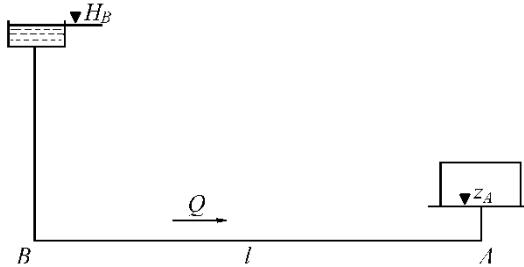

Рис. 2
3. Определить диаметр трубопровода для подачи 15 л/с воды от водонапорной башни B до предприятия A (рис. 2) при длине трубопровода $l = 1000$ м, отметке уровня воды в башне $H_B = 32$ м, геодезической отметке в конце трубопровода $z_A = 2$ м и свободном напоре $H_{ce} \geq 12$ м, если трубы:
Перепад уровней в пьезометрах до сужения ($D_1 = 0,1 \text{ м}$) и в узкой горловине ($D_2 = 0,05 \text{ м}$) в трубе круглого сечения, в которой установлен водомер Вентури, составляет 0,4 м. Ускорение свободного падения принять равным $10 \text{ м}/\text{с}^2$, $\pi = 3,14$. При входе в узкую горловину водомера, приведенного на рис. 2,
Перепад уровней в пьезометрах до сужения ($D_1 = 0,1$ м) и в узкой горловине ($D_2 = 0,05$ м) в трубе круглого сечения, в которой установлен водомер Вентури, составляет 0,4 м. Ускорение свободного падения принять равным 10 м/с^2 , $\pi = 3,14$. На рис. 2 постепенное расширение называется...